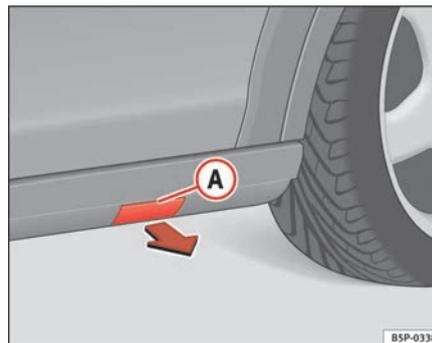

Abb. 180 Kunststoff-Trittleiste mit Deckel zur Aufnahme des Wagenhebers
- Nehmen Sie den Deckel  ab, damit die Aufnahmepunkte für den Wagenheber des Fahrzeugs frei sind ⇒ Abb. 180.
- Dazu ziehen Sie den Deckel in Pfeilrichtung ab ⇒ Abb. 180.